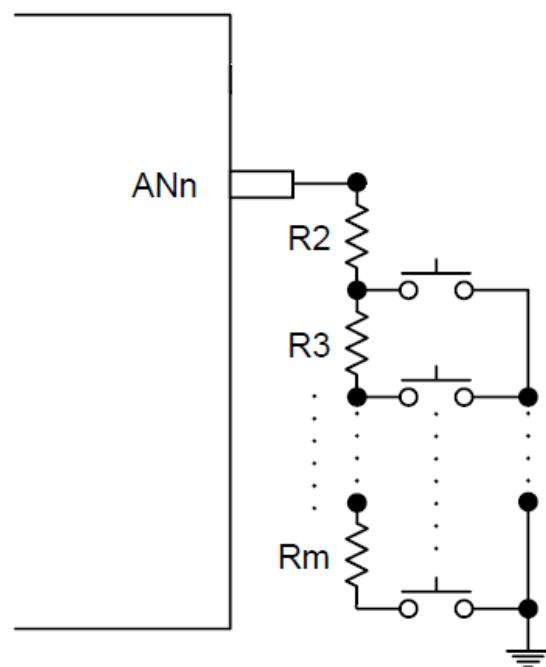

Figure 15-3 ADC 按键输入串联电阻应用参考图
6. 如果 Figure15-3 中的某个键被按下，端口上就会有一个电压值，当这个电压值小于 4.2V (@VDD=5V) 时，AMWIF 标志位会被拉高。芯片也会从省电模式醒来，同时进入 ADC 中断